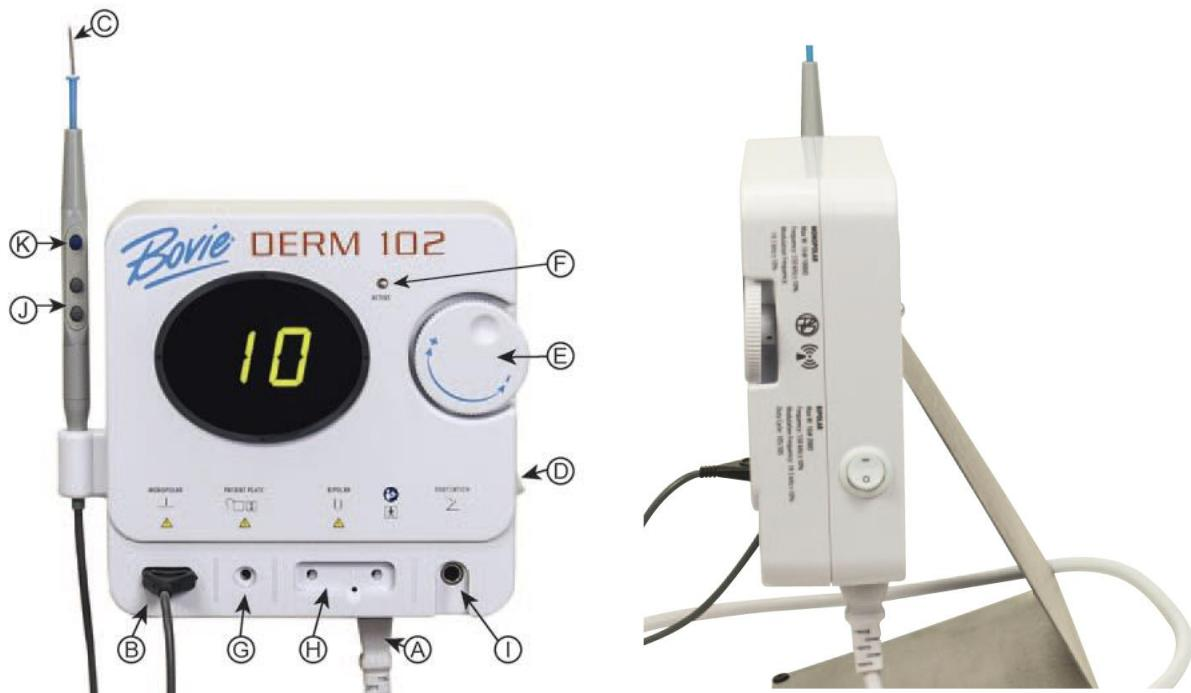

Figure 2
2. Brancher le bout „féminin” du câble d'alimentation à la base de l'appareil (voir fig. 2 et 3 lettre A).
4. La sortie monopolaire du crayon se trouve dans la partie inférieure gauche du c.t. devant de l'appareil (voir fig. 2 et 3, lettre B). L'embout du crayon est construit de telle mani.re qu'on peut le brancher seulement d'une seule mani.re. Introduire l'embout du crayon dans le connecteur dans la partie inférieure de l'appareil (voir fig. 2 et 3, lettre B). Le crayon à trois boutons est conçu pour permettre au médecin de contrôler totalement les réglages de puissance de sortie par les doigts de la main.
5. Glisser l'électrode standard à l'intérieur dans le crayon jusqu'à ce qu'elle ne soit pas fixée de mani.re stable (voir fig. 2 et 3, lettre C). Le crayon est compatible avec la plupart des électrodes 3/32" (0,24 cm) standard.
7. Brancher l'appareil en utilisant le commutateur du côté droit de l'appareil (voir fig. 2 et 3, lettre D).
- Régler la puissance de sortie soit en utilisant le bouton tournant sur le côté devant de l'appareil (voir fig. 2 et 3, lettre E), soit seulement par les boutons Haut et Bas du crayon des appareils Bovie® DERM 102 (voir fig. 2 et 3, lettre J). Lorsque le réglage du niveau de puissance s'effectue par le crayon , un signal retentit pour indiquer que le niveau de puissance a été modifié. Maintenir enfoncé le bouton Haut ou Bas afin de modifier plus rapidement les réglages de puissance pour un réglage rapide des ajustements de la puissance de sortie. La puissance est affichée par pas de 0,1 W dans la gamme de 0,1 W jusqu'aux 10 W.
- Pour activer l'appareil, retirer le crayon de son étui. Placez le crayon dans la position souhaitée et appuyez le bouton d'activation (voir fig. 2 et 3 lettre K). Lors de l'activation de l'appareil, un signal d'activation retentit et la diode bleue d'activation s'allume (voir Fig. 2 et 3, lettre F).
- Pour utiliser la plaque optionnelle de mise à la terre avec le câble (A802EU), insérez l'embout du câble dans le connecteur de sortie de la plaque de mise à la terre (voir Figure 2, lettre G) et connectez l'autre extrémité dans la plaque de mise à la terre. La plaque doit être placée au-dessous du patient dans un point où la totalité de sa surface est couverte de peau nue. L'utilisation d'un gel conducteur est recommandée
- Pour utiliser un câble bipolaire optionnel (A827V), insérez les embouts dans les connecteurs bipolaires (voir fig. 2 et 3, lettre H). Le cordon est alors branché dans les pinces. Une porte coulissante située derrière les connecteurs de sortie monopolaires et bipolaires empêche l'utilisateur de les employer les deux simultanément.
12. Le commutateur à pied optionnel (A803) est connecté au connecteur de sortie du commutateur à pied et reste posé au sol (voir fig. 2 et 3 lettre I). Le commutateur à pied peut être utilisé dans les interventions monopolaires et il doit être utilisé dans les interventions bipolaires.